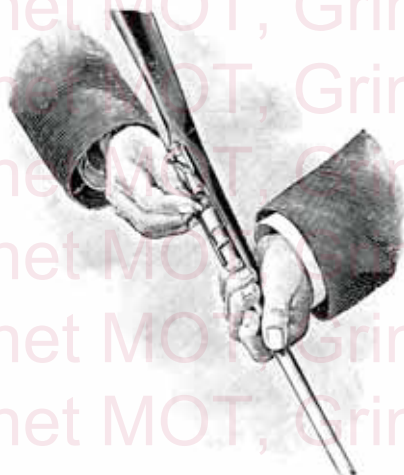

FIG. 4.
**Chargement.** — Pour charger la carabine, on la tient comme l'indique la fig. 4, le canon dirigé vers le bas.